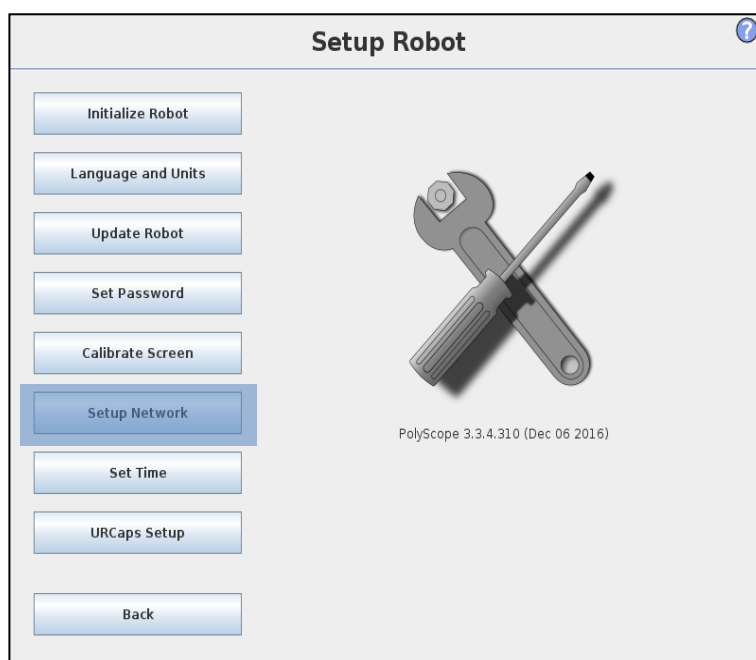

图 5.9 网络设置页面
2. 点击 **Setup Network**，进入网络设置页面。如图 5.9 所示。